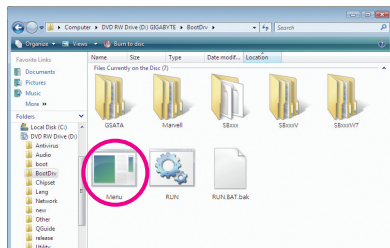
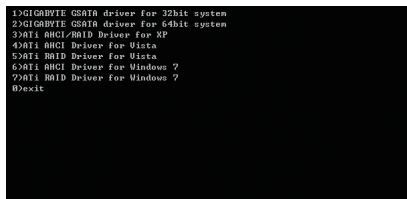

図 2
図 3
- 2: 光学ドライブフォルダから、**BootDrv**フォルダの **Menu.exe**ファイルをダブルクリックします (図2)。図3のようなコマンドプロンプトウィンドウが開きます。
- 3: 空のフォーマット済みディスクを挿入します。メニューから対応する文字を押すことでコントローラドライバを選択し、<Enter>を押します。例えば、図3のメニューから、RAID/AHCI ハードドライブに Windows XP をインストールするには、XP に対して 3) **ATI AHCI/RAID Driver for XP**を選択し、<Enter>を押します。